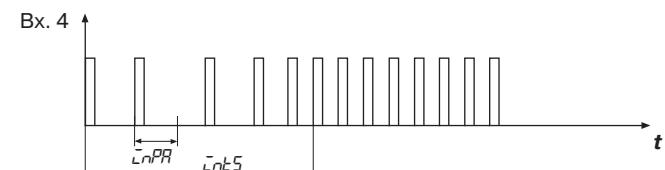

Рис. 5
3.2.5.2. Таймер 2 предназначен для блокировки сигнала защитного выключения на время действия пускового момента, так как период следования импульсов в течение этого времени может превышать максимальнодопустимыйпериодследованияимпульсов, заданный в параметре *Lntr* (рис.5). Длительность пускового момента задается в программируемом параметре *Lntr5* (см. прил. В, табл. В3).